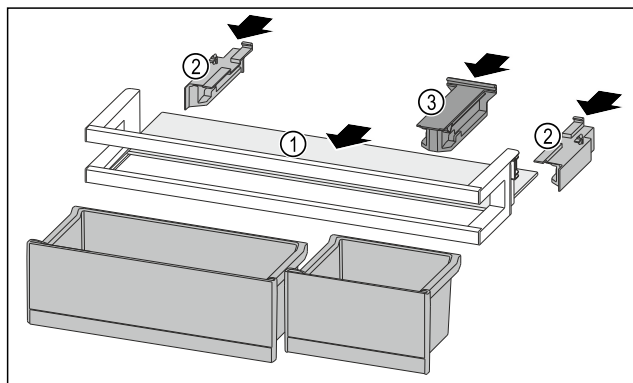

Fig. 198
- ▶ Tolja be a tárolólapot Fig. 198 (1) az oldalsó bemarásokba.
- ▶ Helyezze be az oldalsó részeket Fig. 198 (2).
- ▶ Helyezze be a tartóelemet Fig. 198 (3).